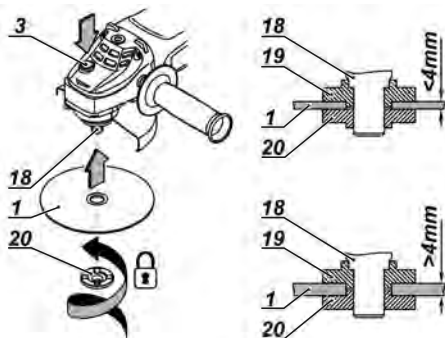

Fig. 5 – Montaje del disco en la máquina
4 - Coloque la tuerca (20), para discos con espesor inferior a 4 mm coloque el rebaje de la brida para el lado externo y para discos con espesor superior a 4 mm coloque el rebaje orientado para adentro (lado del disco), según muestra la fig. 5.